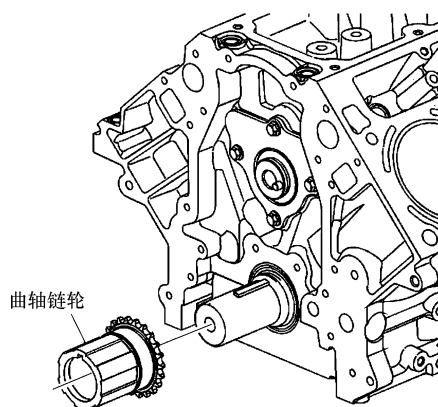

图 20-12 曲轴链轮识别
- 3) 把曲轴链轮 (图 20-12) 安装到曲轴上。使曲轴键对准曲轴链轮键槽。